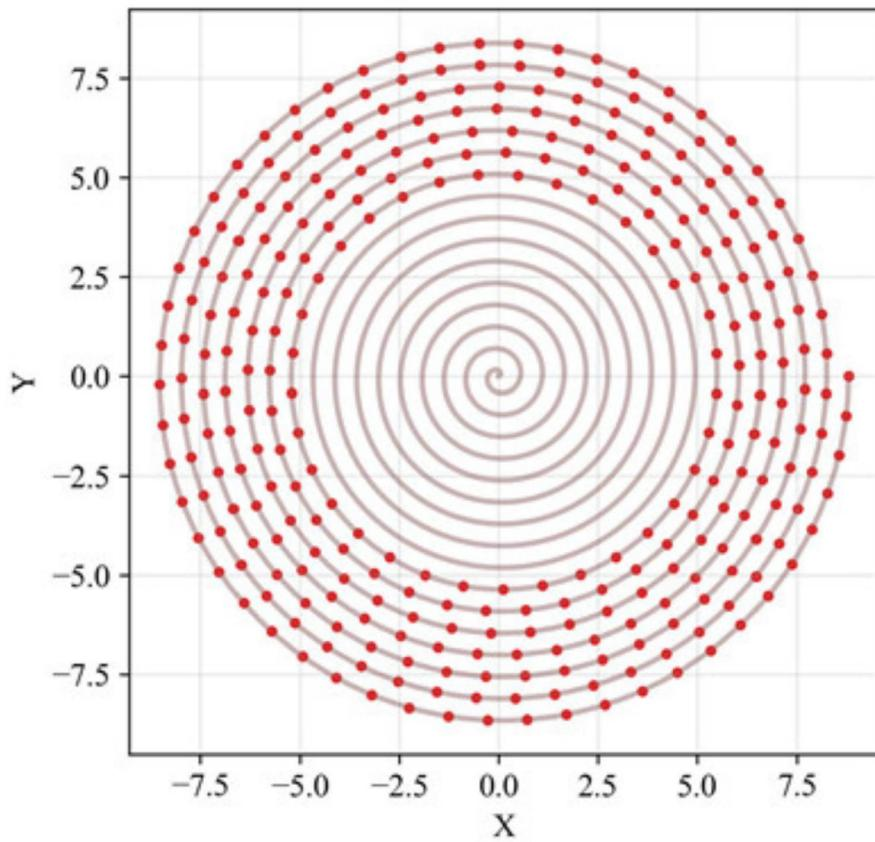

图3  $t = 0\text{s}$  至  $t = 300\text{s}$  龙头前把手位置
- 如图 3 所示，龙头前把手的位置关于时间均匀分布在螺线上，符合题目中龙头前把手速度恒为  $v_0 = 1\text{m/s}$  的条件。